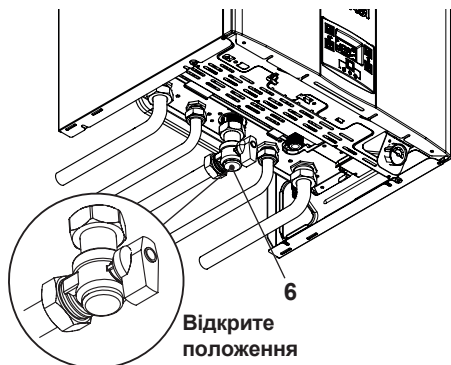

Рисунок 6.1
- Відкрийте кран газового лічильника та котла 6 на Рисунок 6.1.